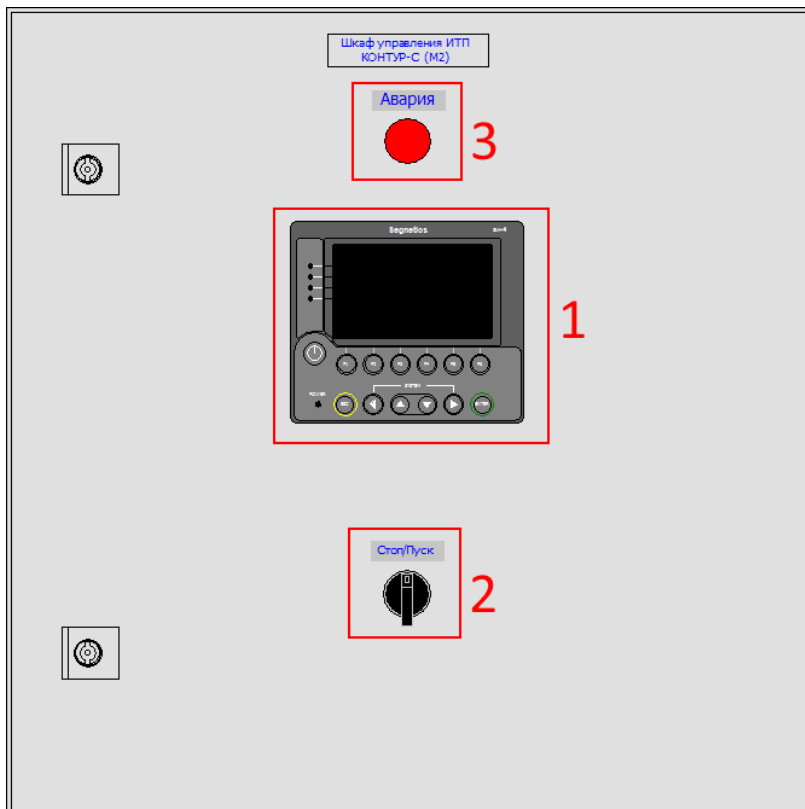

Рисунок 5.1 – Органы управления и индикации
- 1) Управляющий контроллер (см. рисунок 5.1 – 1) является основным органом управления ШУ серии КОНТУР-Сх (М2).
- 2) Поворотный тумблер (см. рисунок 5.1 – 2) служит для переключения режимов работы "Стоп" и "Пуск" (см. п. 5.2).
- 1) Лампа аварийной сигнализации (см. рисунок 5.1 – 3) служит для подачи оператору сигнала о том, что произошла авария. Подробное описание аварийных состояний и их устранения дано в п. 8.2.